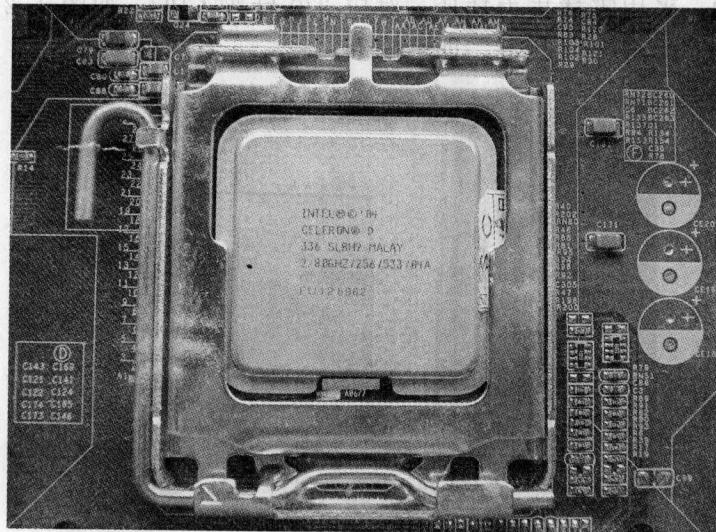

图 1-4 SocketT 接口
⑤ SocketT 接口与 LGA775 处理器上的金属触点相对应，它有一排排整齐的触须，这些触须柔软而富有弹性，如图 1-4 所示。SocketT 接口前端总线为 800MHz，电压为 1.33V，并拥有 1MB L2 缓存。LGA 封装下的 CPU，其特征是没有了以往的针脚，只有一个个整齐排列的金属圆点，因此不能利用针脚固定接触，而是需要一个安装扣架固定，让 CPU 可以正确地压在 SocketT 接口露出来的具有弹性的触须上。采用 SocketT 接口的芯片组有英特尔公司的 i915P/G/i925X/945/975 系列。LGA775 接口可支持目前 Pentium 4、Celeron D 64 位系列 CPU。